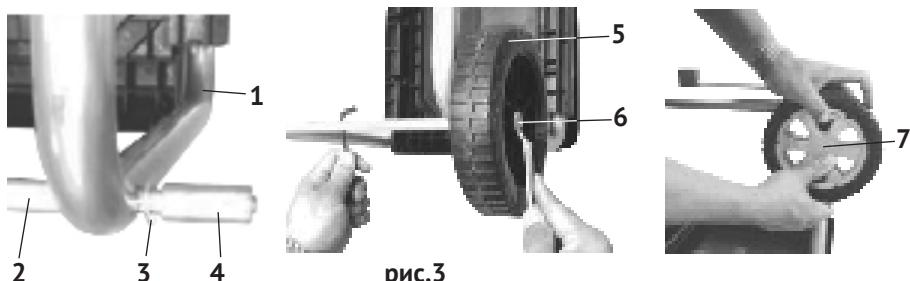

рис.3
6.2 Установка колёс с осью (см. рис.3):
- установите в отверстия рам (рис.3 поз.1) ось колёс (рис.3 поз.2), открутив гайки (рис.3 поз.6) и сняв с оси шайбы и втулки;
- установите на ось шайбу (рис.3 поз.3), втулку (рис.3 поз.4) и колесо (рис.3 поз.5);
- зафиксировав ось шестигранным ключем, закрепите колесо, закрутив гайку (рис.3
поз.6) на ось. Установите колпак колеса (рис.3 поз.7).